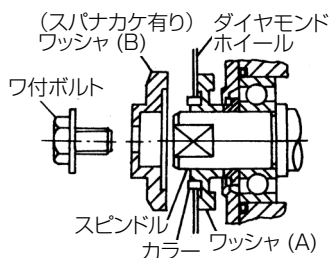

図 12
- (1) スピンドルやワッシャに付着した切りくずをよくふき取ります。
- (2) ワッシャ (A) に付属のカラーとダイヤモンドホイールを取付けて、図 12 の順に取付けます。
- (3) ワ付ボルト (左ネジ) を 左に回して十分に締付けます。